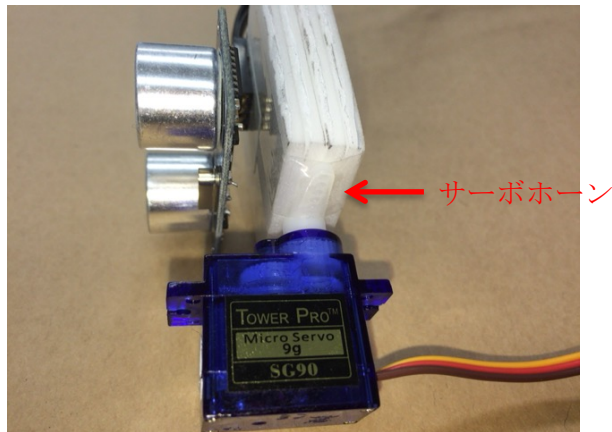

図 7.2.10：サーボホーン取り付け
6. サーボホーンをサーボモータに取り付ける（図 7.2.10）